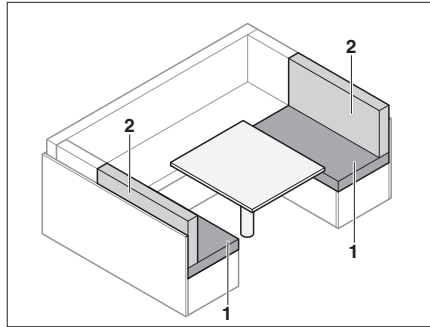

Fig. 68 Antes de la transformación
- Quitar el cojín del respaldo (Fig. 68,2).